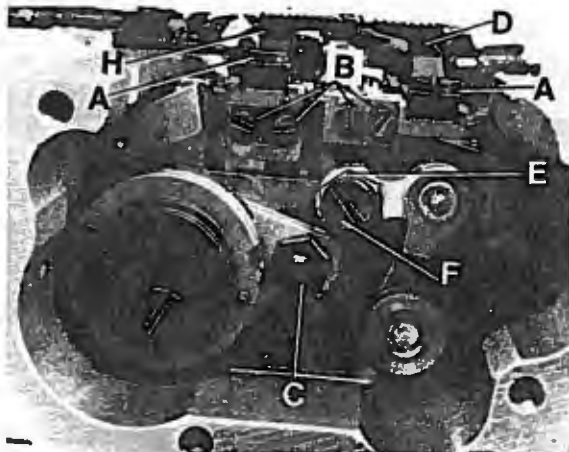

Fig.31
Assemble the main feed dog (H, Fig. 31) and the differential feed dog (D), tighten fastening screws (A) slightly. Insert the throat plate support with throat plate on the cylinder arm and center the feed dogs across-the-line-of-feed in the throat plate slots to have equal clearance on all sides. Now tighten screws (A) firmly.
For setting loosen screws (B, Fig. 31) and position the feed dog holders with the feed dogs to the correct height. Tighten screws (B).
Montieren Sie den Haupttransporteur (H, Fig. 31) und den Differentialtransporteur (D), ziehen Sie die Befestigungsschrauben (A) nur leicht an. Stecken Sie den Stichplattenträger mit Stichplatte auf den Zylinderarm und vermitteln Sie die Transporteure seitlich in den Stichplattenschlitzen so, daß sie an allen Stellen freigehen. Ziehen Sie die Schrauben (A) danach gut an.
Zur Einstellung lösen Sie die Schrauben (B, Fig. 31) und schieben die Transporteurhalter mit den Transporteuren auf die gewünschte Höhe. Ziehen Sie die Schrauben (B) an.
In-line-of-feed the differential feed dog can be set to the front or to the rear to clear equally between the main feed dog and the front end of throat plate slot. For adjustment loosen screw (F, Fig. 31) and rotate eccentric (E) in operating direction until the correct setting is obtained. Retighten screw (F).
Also the main feed dog (H, Fig. 31) can be set slightly in-line-of-feed to the front or rear in the throat plate slots, if required. Loosen nut (C) and move the feed dog accordingly. Retighten nut.
In Transportrichtung kann der Differentialtransporteur entsprechend vor- oder zurückgestellt werden, damit er zwischen dem Haupttransporteur und dem vorderen Schlitzende der Stichplatte gleichmäßig freigeht. Zur Einstellung lösen Sie die Schraube (F, Fig. 31) und drehen den Exzenter (E) in Nahrichtung, bis die richtige Einstellung erreicht ist. Ziehen Sie die Schraube (F) wieder an.
Auch der Haupttransporteur (H, Fig. 31) kann, bei Bedarf, in Transportrichtung in den Stichplattenschlitzen geringfügig vor- oder zurückgestellt werden. Lösen Sie die Mutter (C) und verschieben Sie den Transporteur entsprechend. Ziehen Sie die Mutter wieder an.